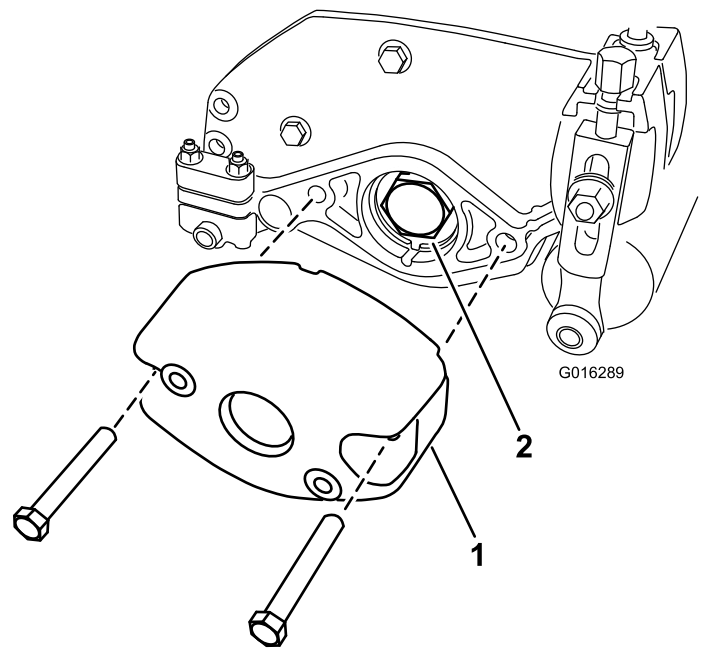

Figure 2
5. Retirez les 2 boulons et écrous qui fixent le contrepoids à l'extrémité droite du plateau de coupe. Déposez le contrepoids (Figure 2).
6. Retirez l'écrou de roulement de l'arbre du cylindre (Figure 2).